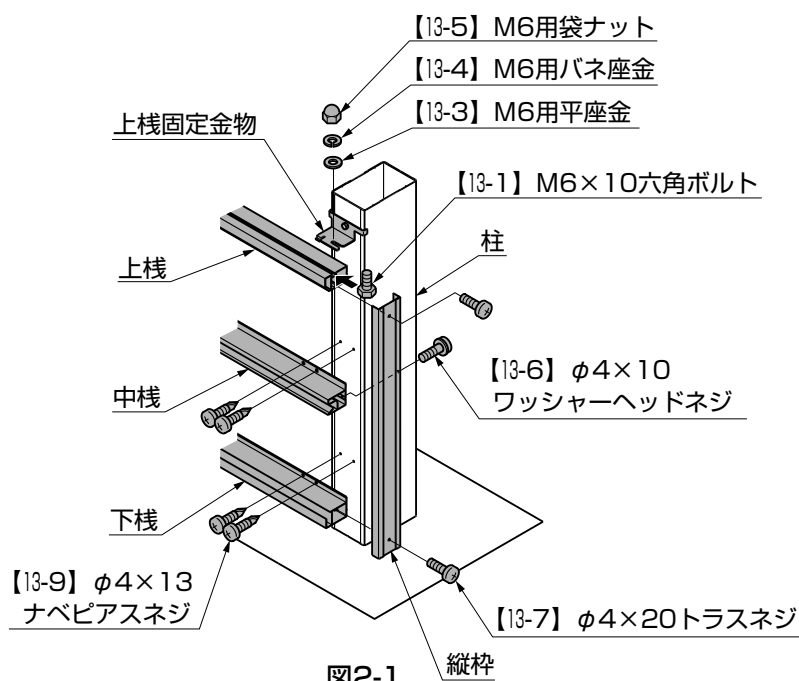
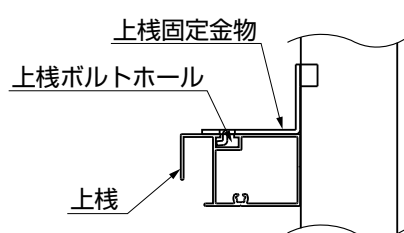
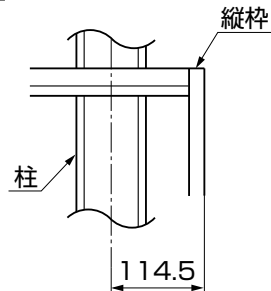

図2-1
図2-2
図2-3 サイドパネル位置
- ①上栈のボルトホールに【13-1】を差込み、中栈、下栈、縦枠を【13-6】、【13-7】で組立ててください。(図2-1参照)
- ②上栈のボルトホールに差込んだ【13-1】を、上栈固定金物に引っ掛けて【13-3】、【13-4】、【13-5】で取付けてください。(図2-1、図2-2参照)
- ③サイドパネルの左右位置を合わせ、中栈と下栈を柱に【13-9】で取付けてください。(図2-1、図2-3参照)